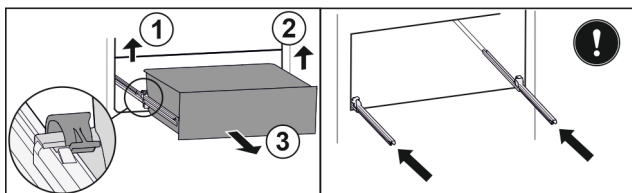

Fig. 153
- Soulever la bride gauche et tirer dans le même temps la partie gauche du tiroir vers l'avant. Fig. 153 (1)
- Soulever la bride droite et tirer dans le même temps la partie droite du tiroir vers l'avant. Fig. 153 (2)
- Retirer le tiroir par l'avant. Fig. 153 (3)